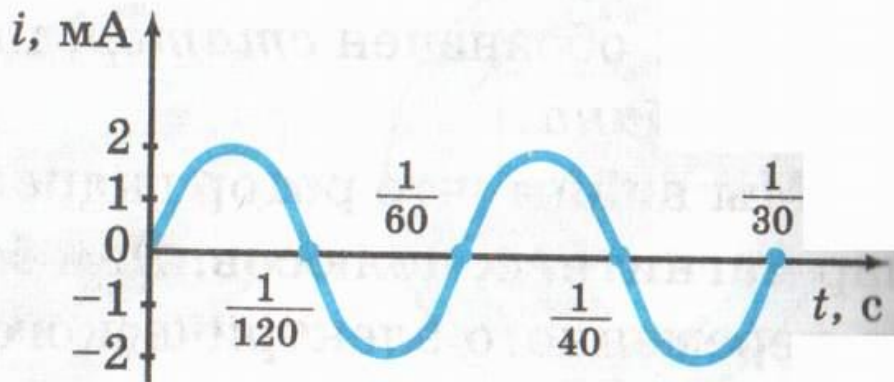

Рис. 132
2. По графику (рис. 132) определите период, частоту и амплитуду колебаний силы тока i .